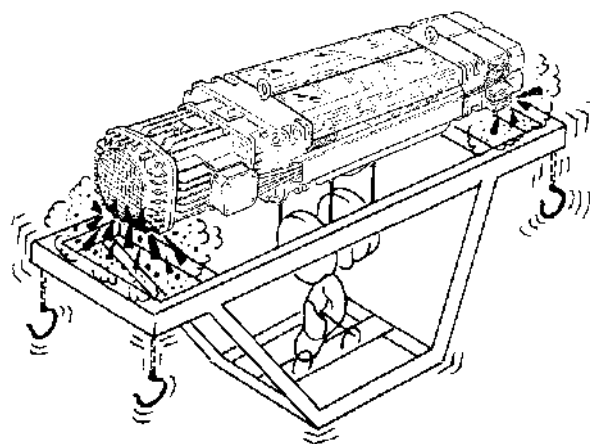

fig. 109
- Mogące zderzyć się z częściami wózka lub wciągarki (rys. 109)
- Uniemożliwiające swobodny transport ładunku (rys. 109).